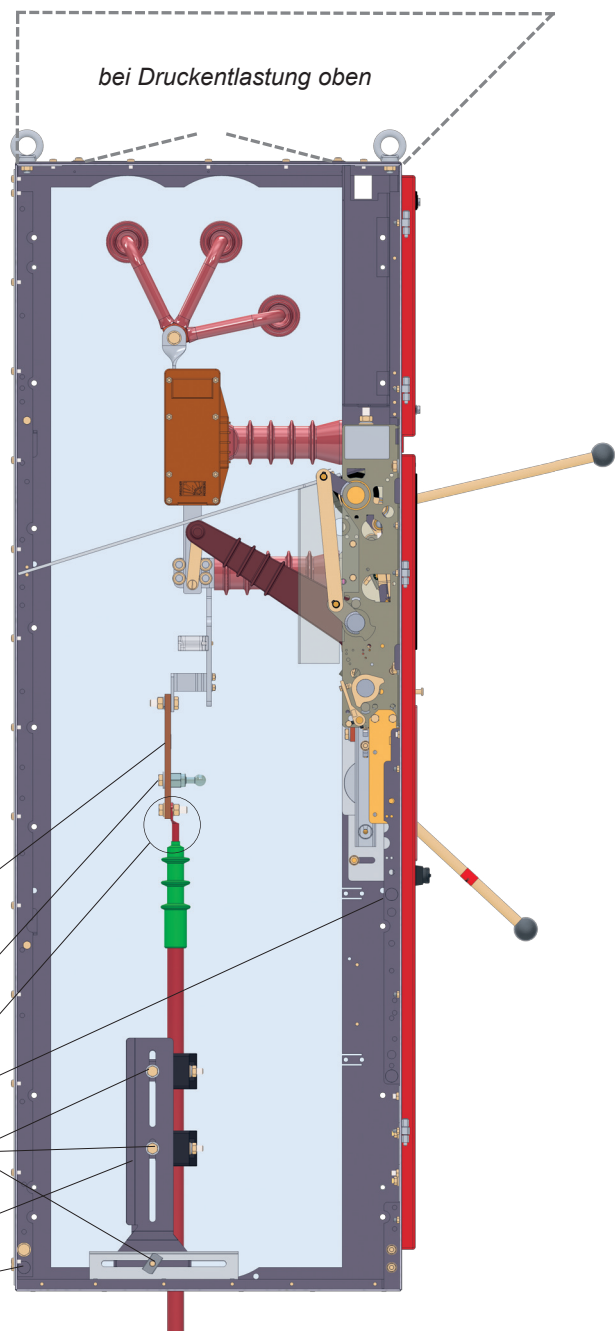
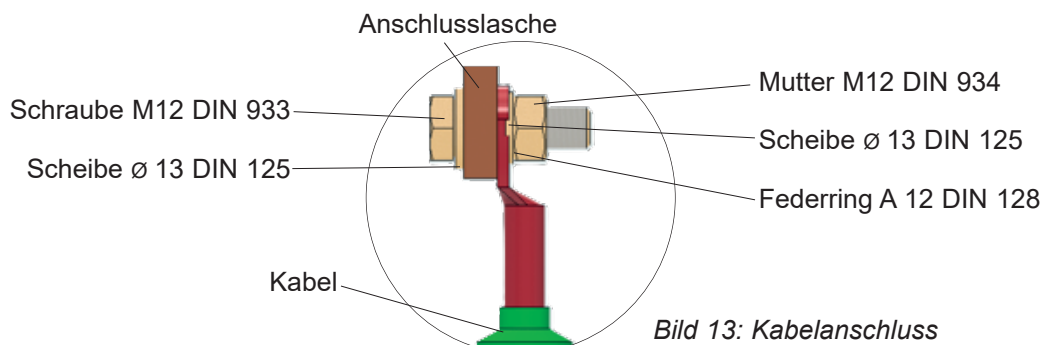

Bild 12: Beispiel, Kabelfeld mit Lasttrennschalter H27 F-EK
Bild 13: Kabelanschluss
Die Anschlussschrauben sind beim Anziehen der Mutter mit einem zweiten Schraubenschlüssel gegenzuhalten (siehe Bild 12).
Die Kabel- und Endverschlussbefestigung sowie der Kabelanschluss (Bild 13) ist unter Verwendung der in Höhe und Tiefe verstellbaren verzinkten Endverschlusshalterungen entsprechend Bild 12 durchzuführen.
- Kabelanschluss, siehe Bild 13